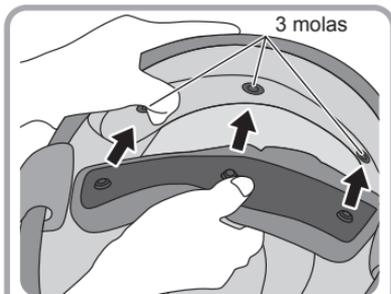

Fig.3
- 3 Tal como se mostra na Fig.3, introduza o forro intermédio do Protetor de Vento-2 de um modo uniforme no interior do friso em borracha de ambos os lados em direção ao centro.